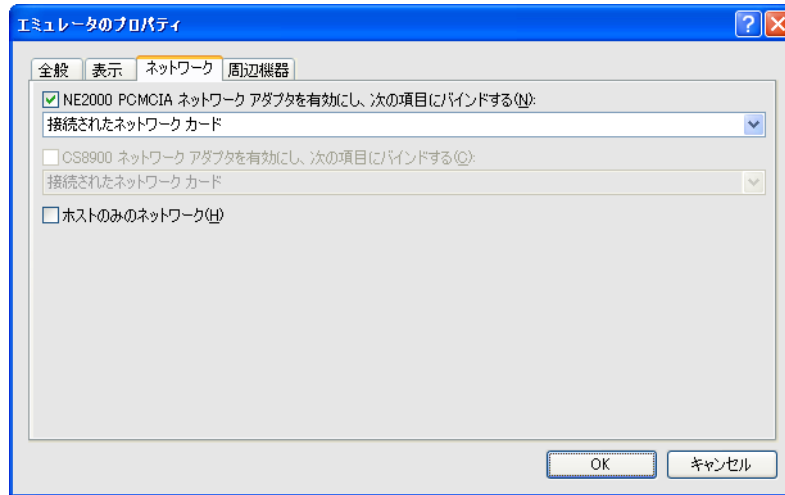

図 2-10 デバイス エミュレータ ネットワーク オプション
5. 図 2-10 に示すように、[NE2000 PCMCIA ネットワーク アダプタを有効にし、次の項目にバインドする] チェック ボックスを洗濯してから、リスト